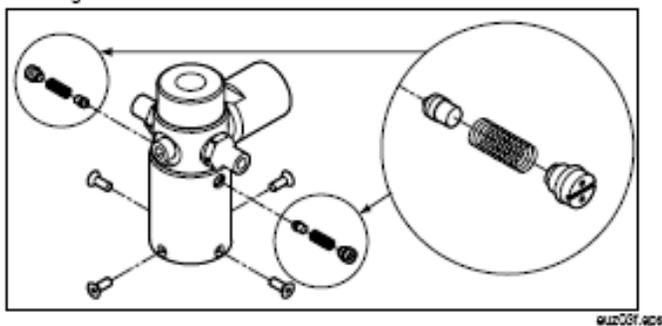

图 3. 清洁阀门组件。
2. 小心取下弹簧和 O 型圈组件。取下止回阀时千万小心，它包含多个小组件。请参见图 3。